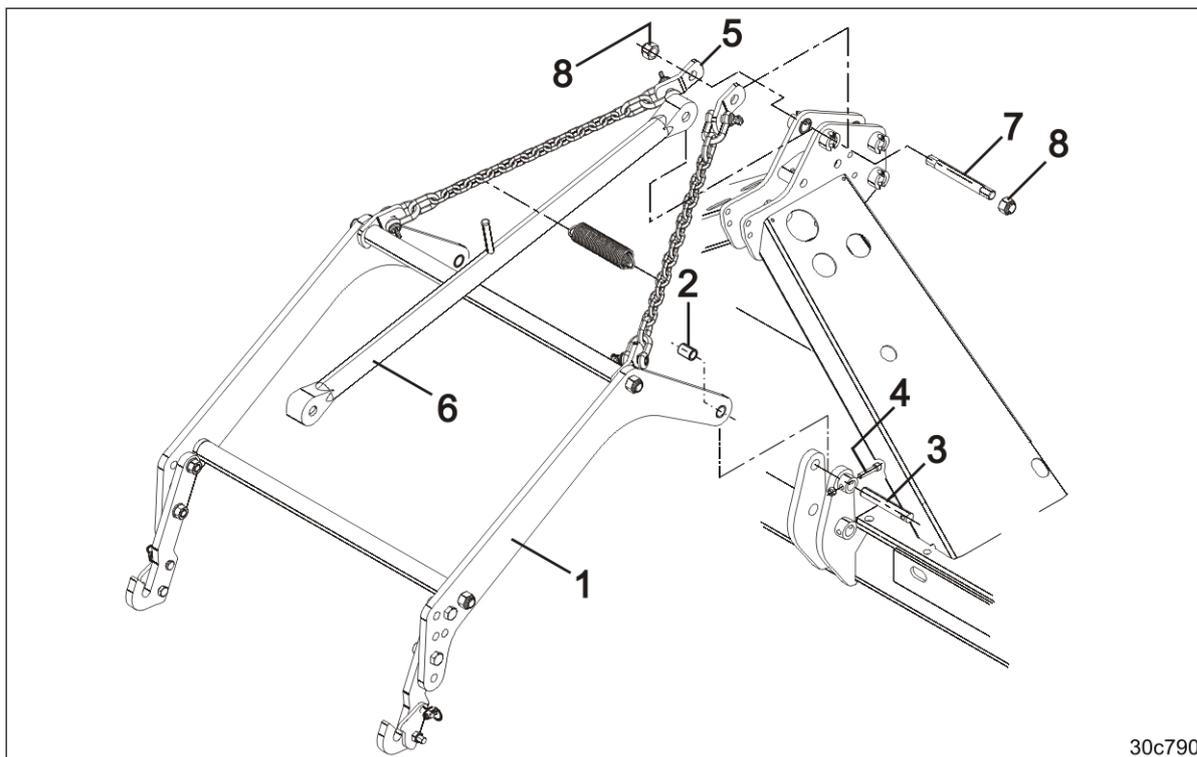

图 79
1. 用吊车将连接支撑臂 (图 79/1) 吊起来。
2. 将连接支撑臂连同两个间隔块 (图 79/2) 一起用两个销栓 (图 79/3) 插到土壤耕作机上。
3. 用螺栓 (图 79/4) 和螺母固定住销栓。
4. 将链条 (图 79/5) 连同上连杆 (图 79/6) 一起用一个销栓 (图 79/7) 插到土壤耕作机上。
5. 用两个固定螺母 (图 79/8) 固定好销栓。